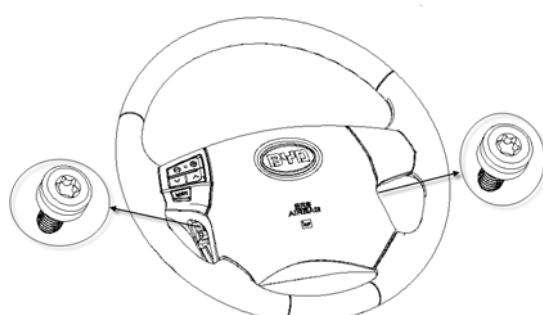

图 5.2—4
- ① 打开转向盘两侧小护盖，用套筒扳手或者螺丝刀，松开两个螺钉，直至螺钉头周边卡在螺钉壳体内，如图5.2—4所示用
- ② 从转向盘中拉出喇叭按钮总成，如图5.2